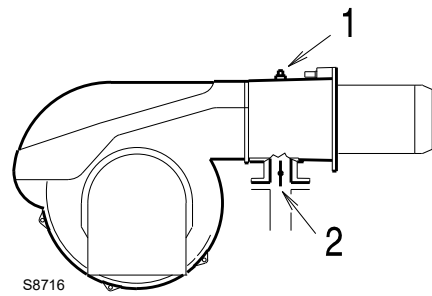

Fig. 24
Pression gaz mesurée à la prise 1)(Fig. 24), avec:
Perte de charge du papillon à gaz 2)(Fig. 24) avec ouverture maximale: 90°.
- soustraire de la pression du gaz à la prise 1)(Fig. 24) la pression chambre de combustion.
Par contre, pour connaître la pression du gaz nécessaire à la prise 1)(Fig. 24), après avoir fixé la puissance maximale de fonctionnement du brûleur:
- Lire la pression à la prise 1)(Fig. 24) sur la droite, colonne 1.
pression nécessaire à la prise 1)(Fig. 24).